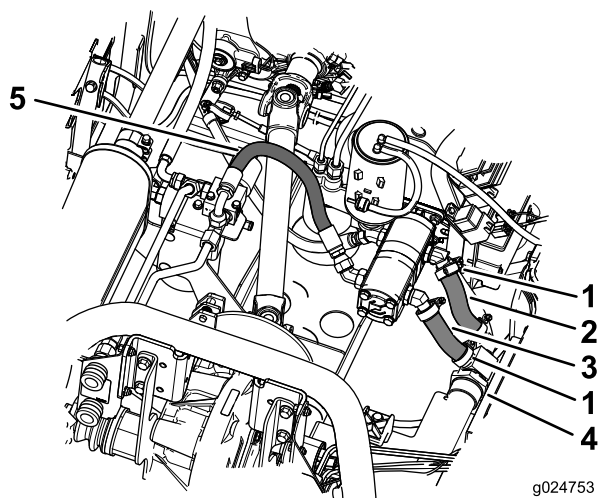

図 12
4. 大きいT字フィッティングと 90° フィッティングをホース回転させて油圧ホースに接続する。フィッティングを回転させるとホースを楽に取り付けることができます。 図 12を参照。
5. ホースクランプを使ってホースを固定する 図 12。